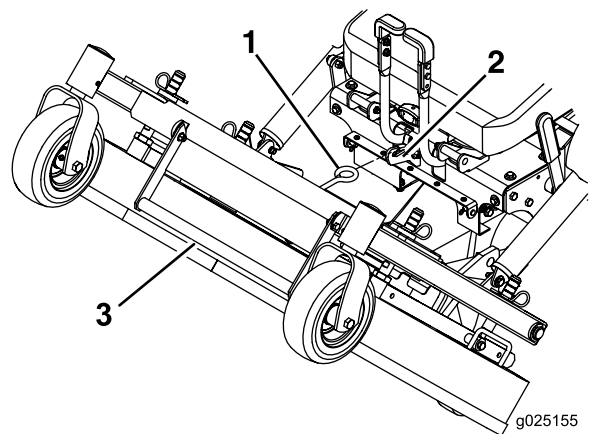

Figura 9
4. Utilizando a pega de elevação da plataforma, eleve a plataforma e bloqueie-a na posição elevada (o trinco está localizado na frente e centro do banco) como se mostra na Figura 9.
1. Enquanto segura firmemente na pega de elevação da plataforma, desprenda o trinco da plataforma do cortador da máquina e lentamente baixe a plataforma do cortador para o solo (Figura 9).